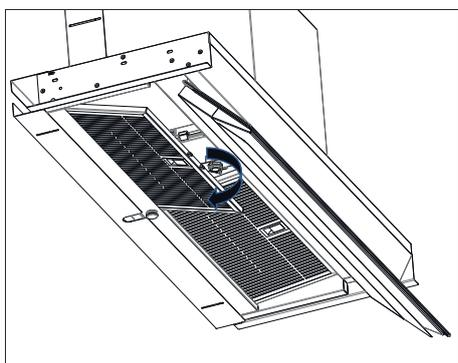

Fig. 24
1. → filtri metallici del grasso () dell'apparecchio (Fig. 24).